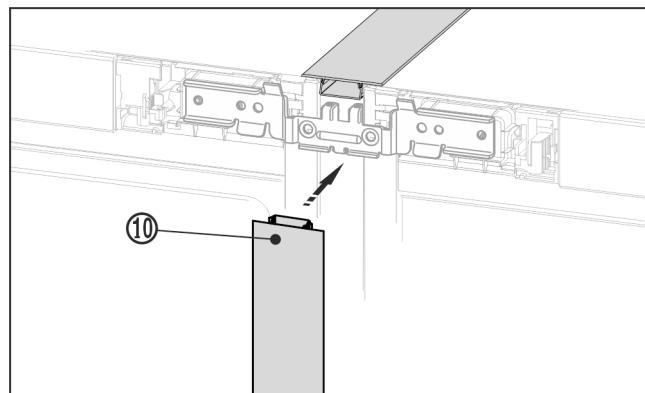

Fig. 22
- ▶ Na prednjoj strani u okomiti procjep pritisnite dugačku pokrivnu letvicu Fig. 22 (10). Pazite na to da letvica stoji na spojnom limu.